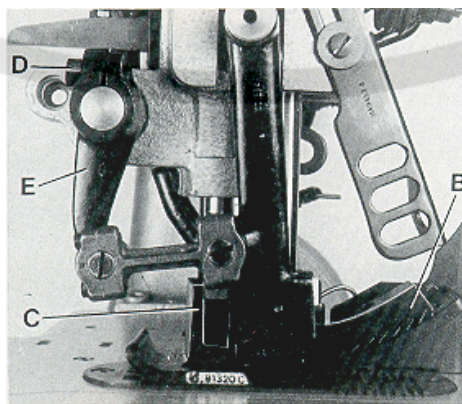

Fig.21
Assemble the upper feed dog (B, Fig. 21) and the presser foot (C). The upper feed dog (B) should not push against the front or rear end when moving in the slots of presser foot (C).
For setting the upper feed dog with respect to the slot ends in the presser foot and the tooth spaces of the lower feed dog, loosen screw (D, Fig. 21) and turn drive lever (E) accordingly to the front or rear. Retighten screw.
Montieren Sie den Obertransporteur (B, Fig. 21) und den Drückfuß (C). Der Obertransporteur (B) darf bei seiner Bewegung in den Schlitten im Drückfuß (C) weder vorne noch hinten anstoßen.
Zum Einstellen des Obertransporteurs in Bezug zu den Schlitten im Drückfuß und zu den Zahnflächen des unteren Transporteurs lösen Sie die Schraube (D, Fig. 21) und schwenken Sie den Antriebshebel (E) entsprechend nach vorn oder hinten. Ziehen Sie die Schraube wieder an.
The motion should be set so that the rear four teeth of the upper feed dog (B, Fig. 21) remain approx. 1/3 of their height in the presser foot slots when lifting.
Die Bewegung muß so eingestellt sein, daß die hinteren vier Zähne des Obertransporteurs (B, Fig. 21) beim Abheben noch mit etwa 1/3 ihrer Höhe in den Druckerfußschlitzen sind.